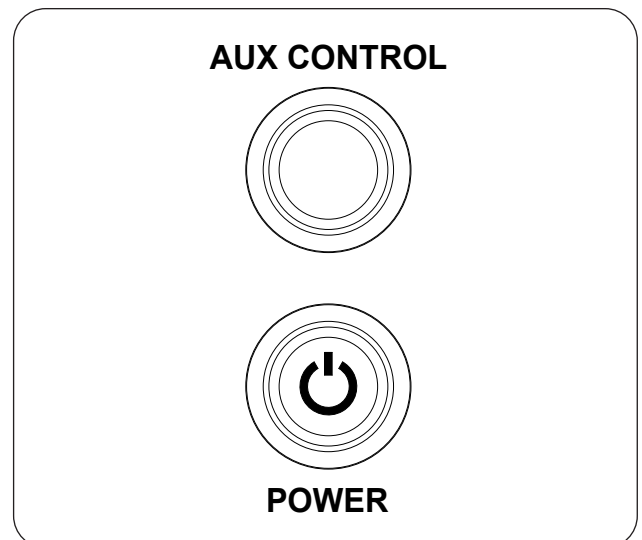

Fig. 28-1 Opération manuelle:
1. Localisez le bouton **POWER** sur le panneau de commande et appuyez dessus (voir Fig. 28-1). Le voyant s'allumera pour indiquer que le système est activé et prêt.
2. Localisez le bouton **AUX CONTROL** sur le panneau de commande et appuyez dessus (voir Fig. 28-1). Le voyant s'allumera et la séquence d'allumage du brûleur commencera.
Pour éteindre le brûleur (le système restera allumé), appuyez sur le bouton **AUX CONTROL** (voir Fig. 28-1).
Pour arrêter le brûleur et le système (arrêt total), appuyez sur le bouton **POWER** (voir Fig. 28-1).